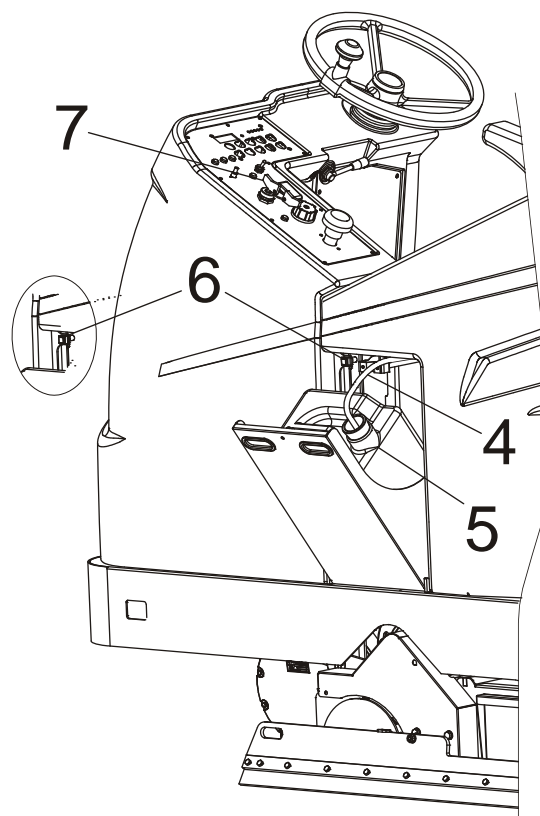

FIG.2
- Indien het reservoir geplaatst is, draai dan de dop los (pos. 3) en steek het buisje erin (pos. 4), zorg hierbij dat de filter de bodem raakt zodat al het detergent in de het reservoir opgezogen kan worden.
- Blokkeer de buis (pos.4) door middel van de klem (pos.5) (FIG.2).